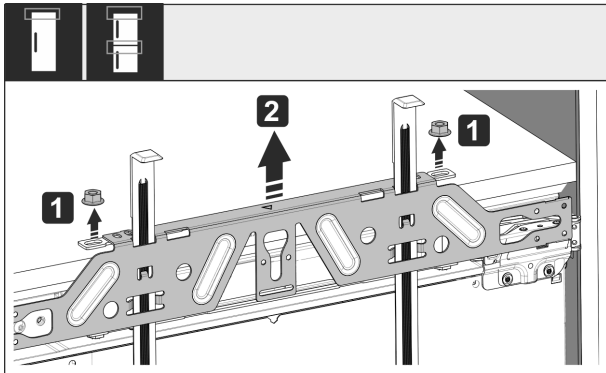

Fig. 51
- ▶ Povolte pojistné matice Fig. 51 (1).
- ▶ Sejměte upevňovací příčník Fig. 51 (2).